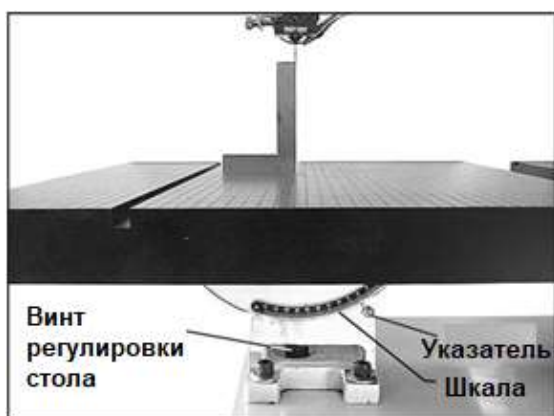

Рис. 11
1. Установите стол в горизонтальное положение на отметку "0" по шкале (Рис. 11).
3. Если угольник прилегает к полотну не плотно, ослабьте винт под столом (Рис.11) с помощью 26 мм гаечного ключа (входит в комплект).